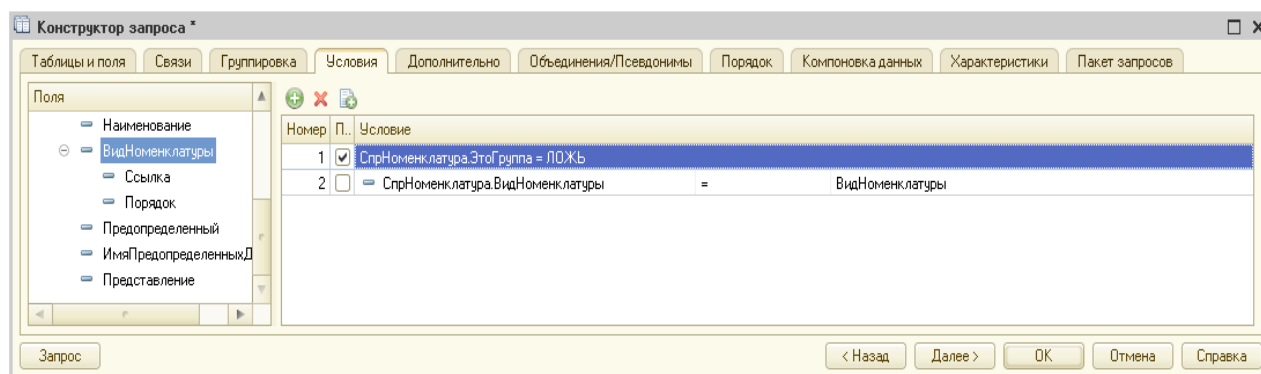

Рис. 41. Конструктор запроса. Закладка «Условия»
7. Закладка Условия. Установим отбор, чтобы группы справочника Номенклатура не попадали в отчет. Для этого надо раскрыть таблицу СпрНоменклатура, мышью перетащить поле ЭтоГруппа в список условий, установить флажок Произвольное и написать в поле Условие следующий текст: СпрНоменклатура.ЭтоГруппа=ЛОЖЬ (рис. 41).
Вторым условием должно быть то, что выбранный элемент является услугой. Это простое условие. Чтобы его создать, надо перетащить мышью поле ВидНоменклатуры в список условий (рис. 41). В дальнейшем перед выполнением запроса в параметр ВидНоменклатуры будем передавать значение перечисления – Услуга.